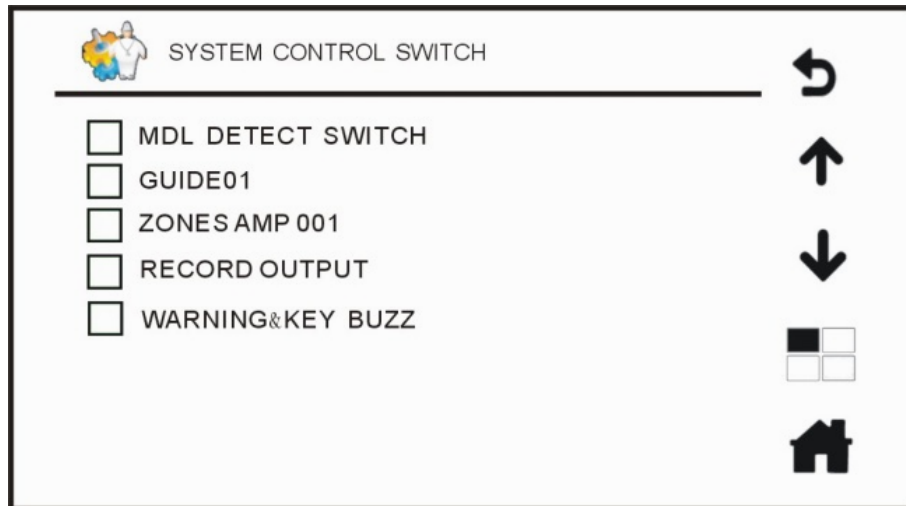

Рис. 4.28. Меню диагностики оборудования
4. Если в меню **SETTINGS** (системные настройки), нажать кнопку подменю **SYSTEM DETECTION SWITCH**, то вы попадаете меню диагностики оборудования, показанное на Рис. 4.28. Установите флажок ☒ напротив выбранного в списке устройства, чтобы система LPA-EVA могла постоянно вести мониторинг его состояния во время работы. Снимите флажок ☐, и система не будет проверять состояние этого устройства, то есть, если устройство выходит из строя, система продолжит работать в обычном режиме.